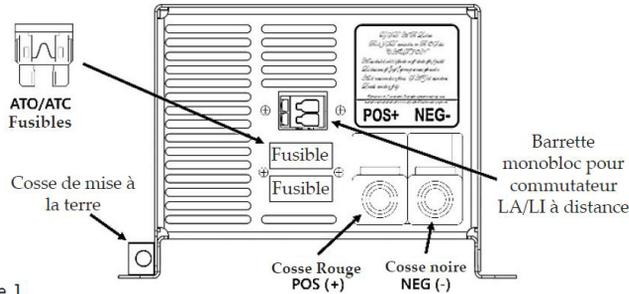

Figure 1
Le convertisseur-chargeur de série WF- 9800LiS rechargera la batterie de service de 12 V si installée. Une batterie n'a pas à être installée pour opérer le convertisseur-chargeur de série WF- 9800LiS. Lorsqu'une batterie est installée, deux fusibles à polarité inversée sont installés pour protéger le circuit du convertisseur. Les fusibles sont situés sur le panneau arrière du boîtier près du cordon d'alimentation AC (voir Figure 1 à la page suivante). Cette fonction empêche les dommages permanents au convertisseur d'une batterie connectée à l'envers dans le circuit. En plus de protéger le convertisseur-chargeur, les fusibles de polarité inversée sont le principal lien entre le convertisseur et le panneau de distribution des fusibles CC.
La prise de fusible CC située sur le panneau arrière du Convertisseur-Chargeur de série WF- 9800LiS a de l'espace pour 1 (un) ou deux (2) fusibles à polarité inversée (voir la Figure 1 ci-dessus). Ces fusibles doivent être remplacés par des fusibles de type automobile ATC ou ATO, comme Littelfuse 257 ou Bussmann ATC. Chaque modèle de convertisseur nécessite des fusibles d'une intensité différente :
- WF-9835LiS - (1) 40A
- WF-9845LiS - (2) 30A
- WF-9855LiS - (2) 35A
- WF-9865LiS - (2) 40A
- WF-9875LiS - (2) 40A